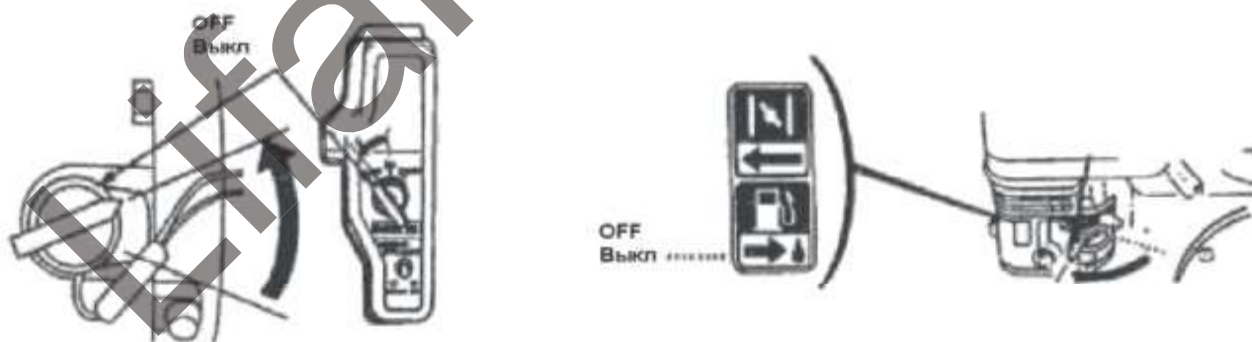

Рис.20
2. Поверните переключатель двигателя в положение «OFF» («Выкл.»). (Рис.20).
3. Поверните топливный кран в положение «OFF» («Закрыто»). (Рис.20).